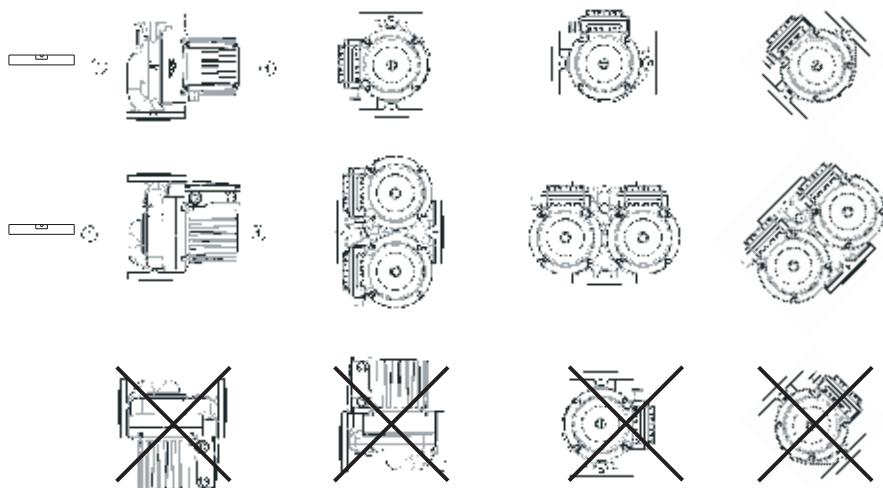

fig. 1
- la pompa va montata direttamente nelle tubature mantenendo orizzontale l'asse della pompa 1-1 (fig. 1).
Nelle pompe di tipo GHN (basic, auto), GHND (basic, auto), GHNM (basic, auto), GHNMD (basic, auto) il rotore è immerso nell'acqua è posto su particolari cuscinetti lubrificati con l'acqua e perciò prima dell'avviamento bisogna riempire la pompa con l'acqua ed eliminare l'aria. L'aria va eliminata dalle pompe svitando la vite sul lato posteriore dell'elettromotore (fig. 1 - POS. 5) che determina l'uscita dell'aria attraverso la fessura tra l'albero del motore ed il cuscinetto. Quando comincia a uscire l'acqua bisogna chiudere le valvole dal lato dell'aspirazione e quello della pressione della pompa e avviare la pompa. Se l'albero gira nella direzione sbagliata comincerà a lampeggiare l'indicatore rosso.